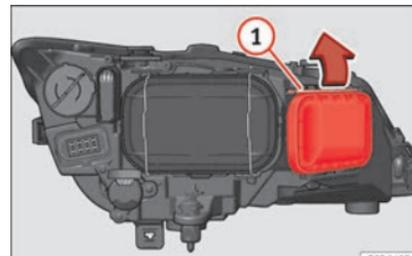

Fig. 108 Lampadina per anabbaglianti.
- Far scorrere il tirante » **fig. 108 ①** nel senso della freccia e sfilare la chiusura.